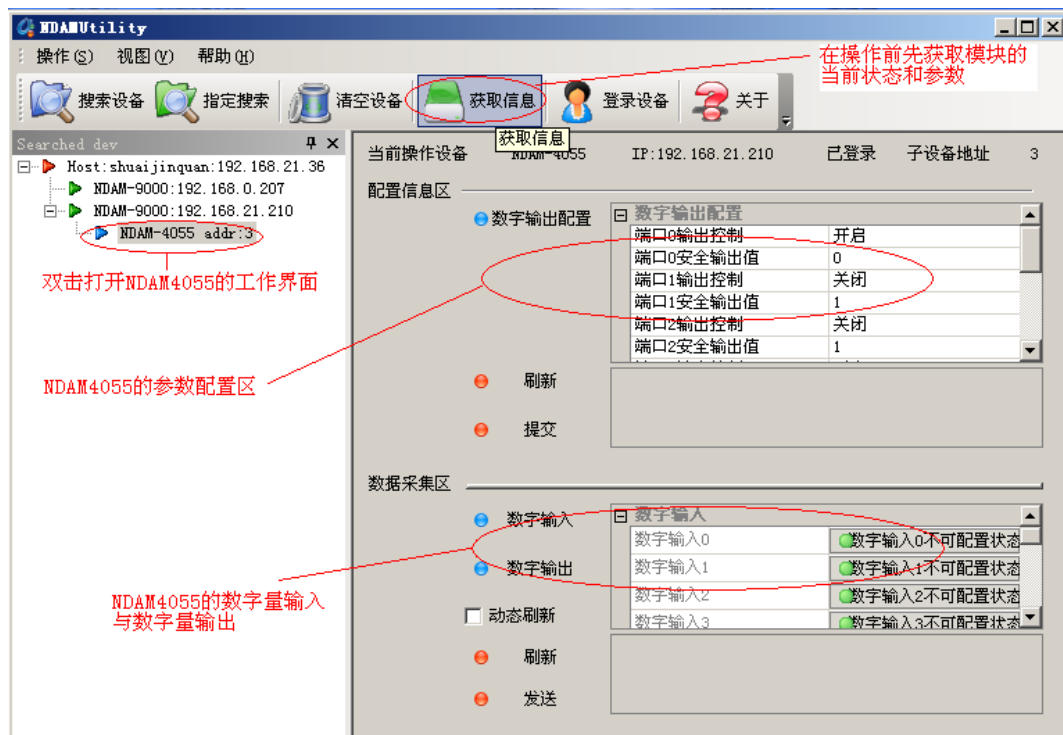

图 4.5 获取设备信息后界面
④ 单击界面中的“获取信息”按钮，得到如图 4.5 所示界面。其中，“配置窗口”用于配置各输出通道的安全值和通道关闭信息，“显示窗口”用于显示各通道的输入输出的值。